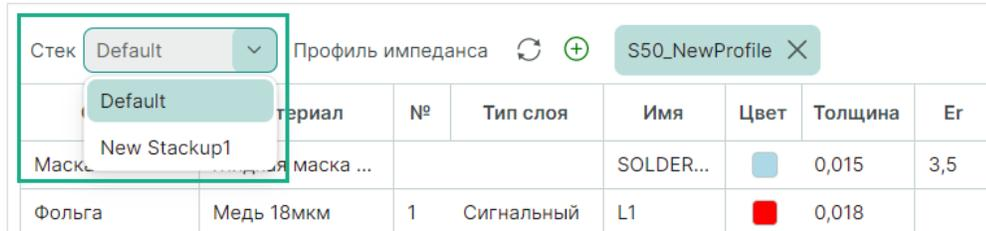

Рис. 52 Выбор стека
2. Выберите стек печатной платы из выпадающего меню «Стек», см. Рис. 52.